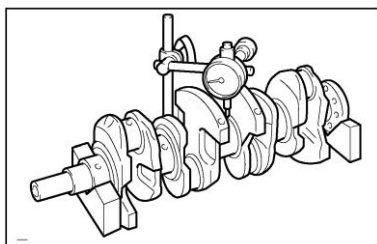

Рисунок II-219
2) Замерьте биение средней шейки коленчатого вала при помощи микрометра. (см. Рисунок II-219)